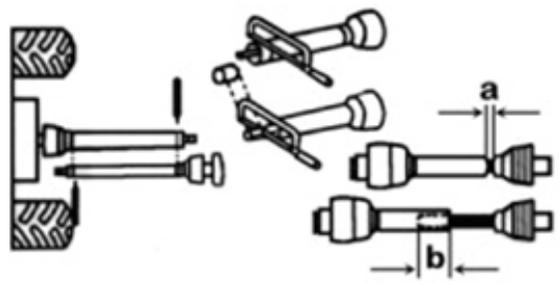

Figura 12- Ajuste del eje de la toma de fuerza a la longitud adecuada.
- Saque completamente el eje de la TDF y conecte cada mitad separada del eje al tractor y a la máquina y luego compárelos entre sí. (Figura 12)